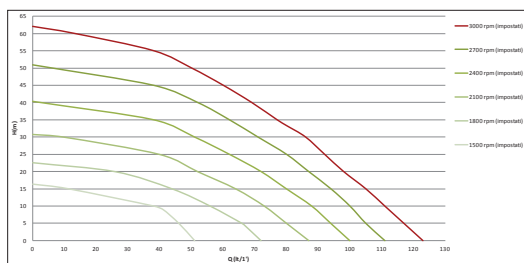
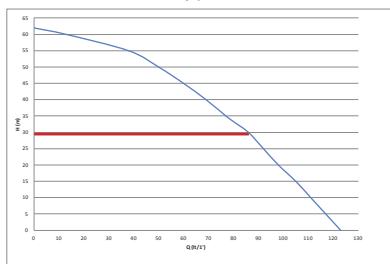

Рисунок 6
Рисунок 7
На Рис.6 на графике красным цветом нарисована характеристическая кривая гидравлических эксплуатационных характеристик при максимальной скорости вращения (насос не управляется инвертором). Получаем:
На том же графике на Рис.6, зеленым цветом выделены другие характеристические кривые, соответствующие уменьшенной скорости вращения электронасоса. Инвертор, автоматически модулируя скорость вращения электронасоса, позволяет ему перемещать собственную работу от одной характеристической кривой к другой, сохраняя постоянное заданное значение давления (SP). На практике, кривая, получаемая системой, пилотируемой инвертором, становится той, которая изображена на Рис.7 (с учетом величины SP по умолчанию = 3,0 бар).